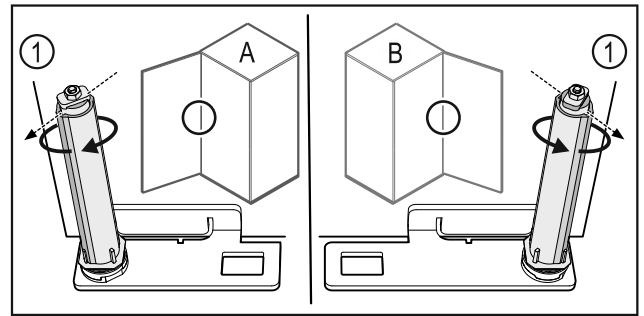

Fig. 59 Розкриття ліворуч (A) / Розкриття праворуч (B)
- ▶ Систему закриття повертати проти опору доки перемичка системи закриття Fig. 59 (1) не покажуть назовні.